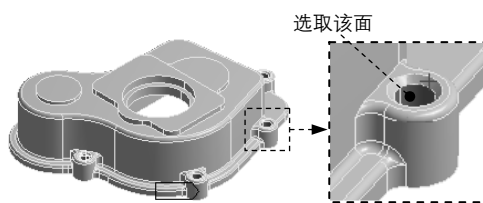

图 2.6.19 选取曲面 (四)
(1) 在图形区选中图 2.6.19 所示的曲面对象右击, 在弹出的快捷菜单中选择 命令, 弹出“Selection Name”对话框。